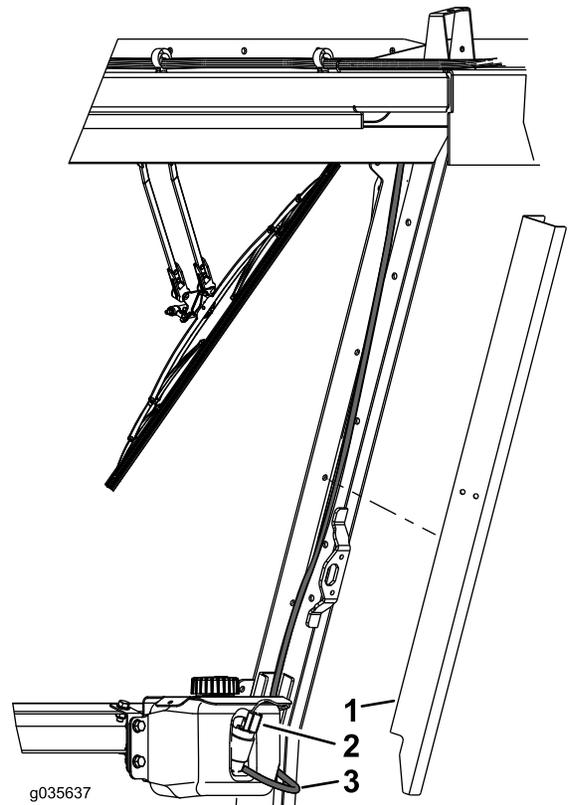

Figura 8
3. Retire la cubierta del borne (Figura 8).
4. Conecte la manguera a la bomba del depósito y llévela al motor del limpiaparabrisas (Figura 8).
5. Enchufe el conector del arnés en la bomba del depósito (Figura 8).
- 9. Instale la cubierta en el borne (Figura 8).